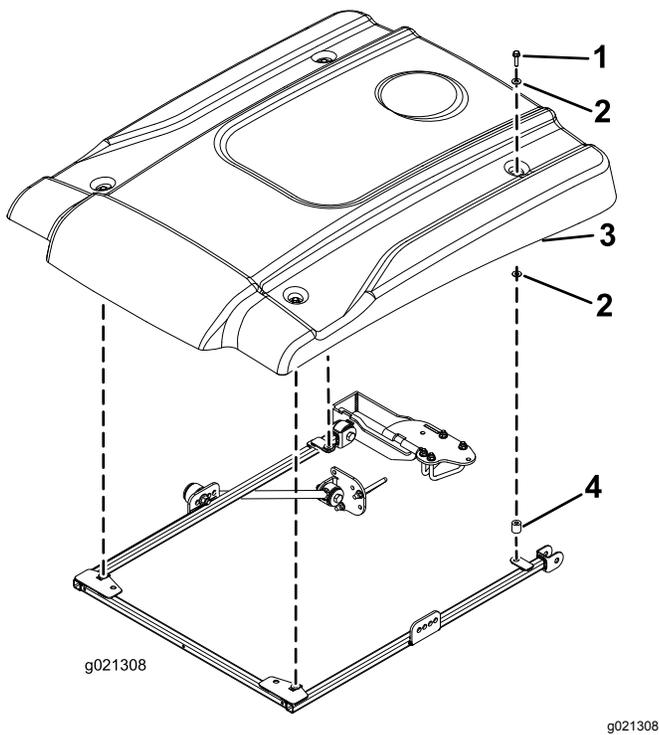

Bild 37
- Positionieren Sie das Sonnendach beim Ausfluchten der Befestigungslöcher am Rahmen wie in Bild 37 abgebildet.
12. Befestigen Sie jede Ecke des Sonnendachs mit einer Bundkopfschraube (5/16" x 1¼") und zwei kleinen Scheiben und einem Distanzstück lose am Rahmen (**Bild 37**). Legen Sie eine Scheibe an jeder Seite der Gummidichtung des Sonnendachs auf.